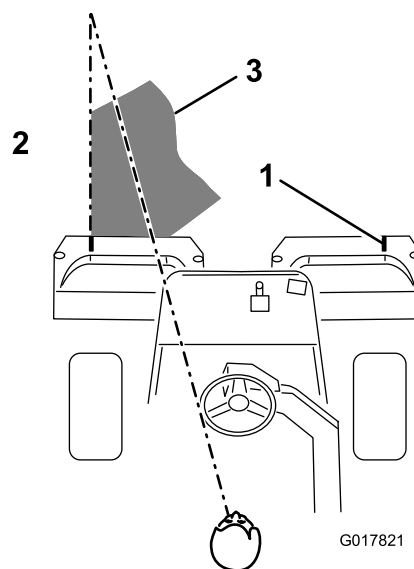

Figura 41
3. Debe haber un solape mínimo con las pasadas anteriores. Para ayudar a mantener una línea recta a través del green y mantener la máquina a la misma distancia de la pasada anterior, establezca una línea imaginaria desde un punto situado a 1,8–3 m aproximadamente por delante de la máquina, hasta el borde de la parte no segada del green (Figura 41). Puede ser útil incluir el borde exterior del volante como parte de la línea imaginaria, es decir, mantener el borde del volante alineado con un punto que se mantiene siempre a la misma distancia de la parte delantera de la máquina (Figura 41).